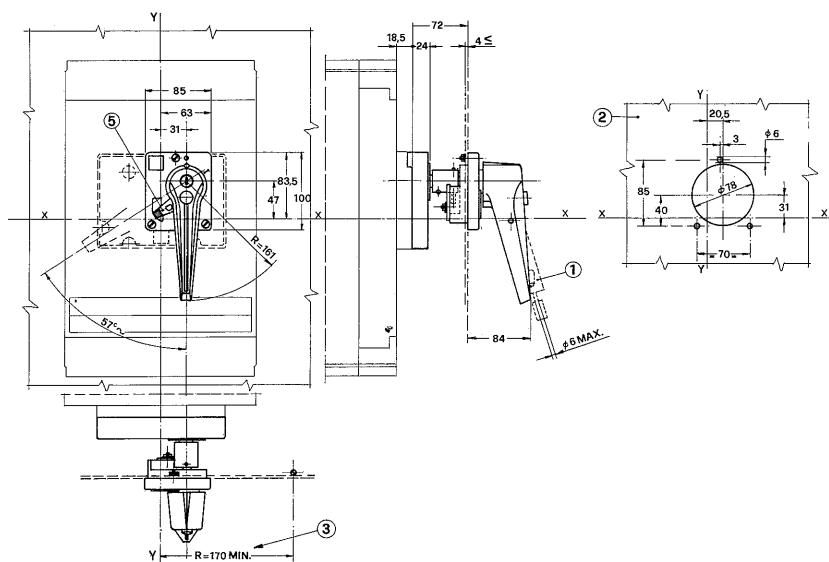

Fig. 28
- remove the breaker cover (§ 5.2./c) and replace the standard handle with the special one (1) supplied with the mechanism
- secure the transmitting group (2) on the breaker with screws (3) and washers (4), taking care that the metal jut of handle (1) enters the slot of lever (5)
- install the breaker in the panel or enclosure taking care that clearance between the door and the breaker is that indicated on fig. 28
- f) introdurre nel foro della portella il gruppo maniglia (7) e fissarlo mediante i bulloni (8) e (9) e le rosette (10)
- g) chiudere la portella controllando che il gruppo maniglia (7) si inserisca nella boccola (11)
- N.B. se non si inseriscono i lucchetti nel relativo blocco, si può sbloccare la portella senza aprire l'interruttore facendo girare in senso antiorario la leva (12)
- a interruttore aperto girare la leva (12) in senso antiorario e inserire almeno un lucchetto; la portella rimane bloccata.
- e) drill the door to template on fig. 28
- f) lead through the door aperture the handle group (7) and secure with bolts (8) (9) and washers (10)
- g) close the door and make sure that the handle group (7) enters the bushing (11)
- N.B. If padlocks are not fitted, the door can be unlocked by turning lever (12) anticlockwise
- with the breaker open, turn lever (12) anticlockwise and fit one padlock at least; the door is locked.